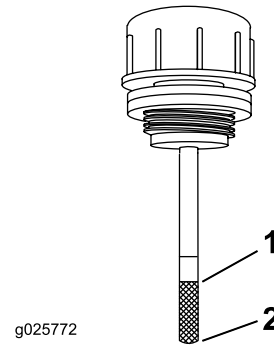

Bild 71
5. Reinigen Sie den Bereich um den Peilstab des Hydraulikanlagenbehälters (Bild 71).
6. Nehmen Sie den Peilstab aus dem Hydraulikbehälter heraus (Bild 71).
8. Ziehen Sie den Ölpeilstab heraus und schauen Sie das Ende an (Bild 71). Wenn der Ölstand an der Auffüllen-Markierung liegt, gießen Sie langsam so viel Öl in den Hydraulikbehälter, um den Ölstand auf die Voll-Markierung anzuheben.